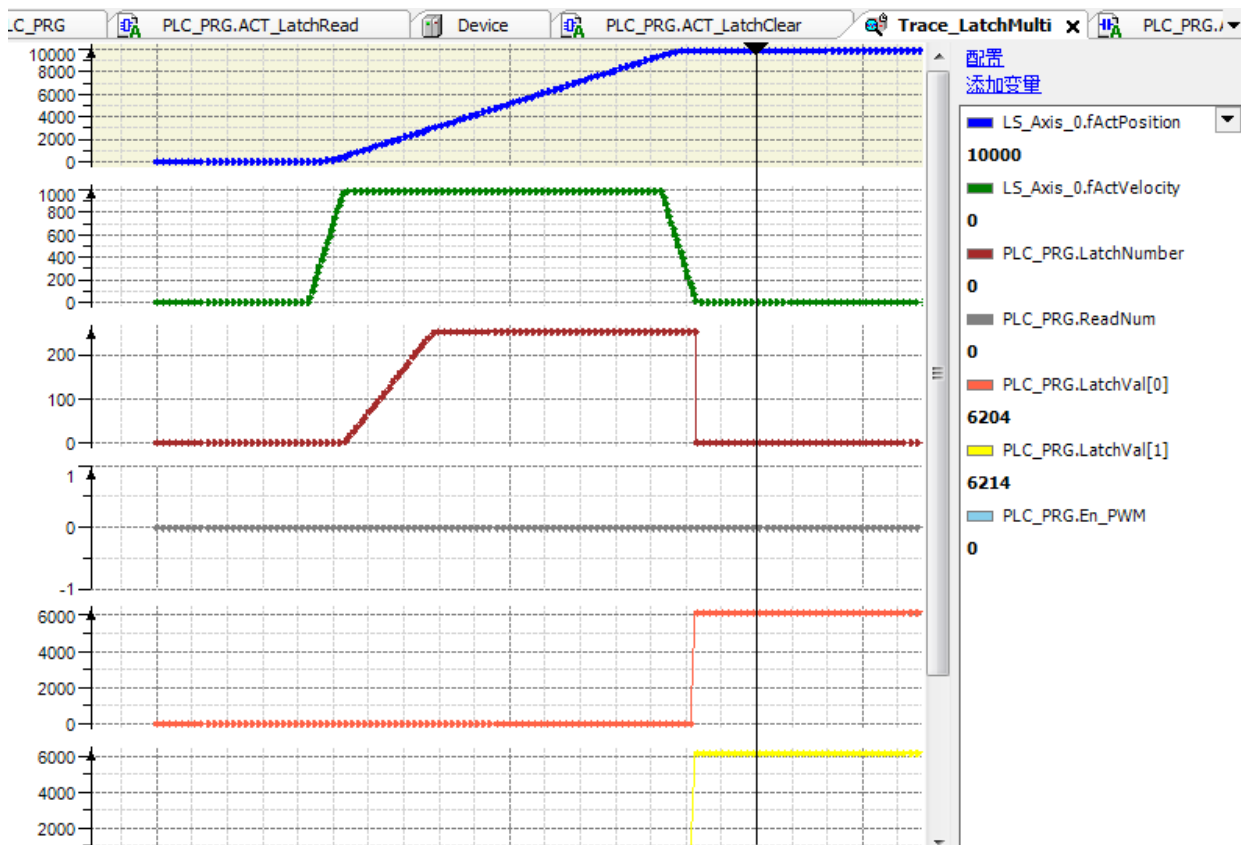

图 9.55 Trace 采集的各参数曲线
**运行结果：**当输入 IN[20]有效时，程序锁存轴 0 的当前位置并赋值给变量 latchPos，如图 9.55 所示。